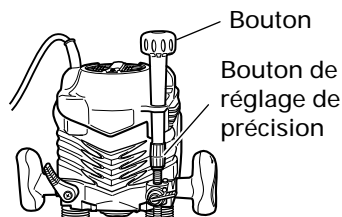

Fig. 6
- (1) Attachez le bouton accessoire au bouton de réglage de précision. (Fig. 6)